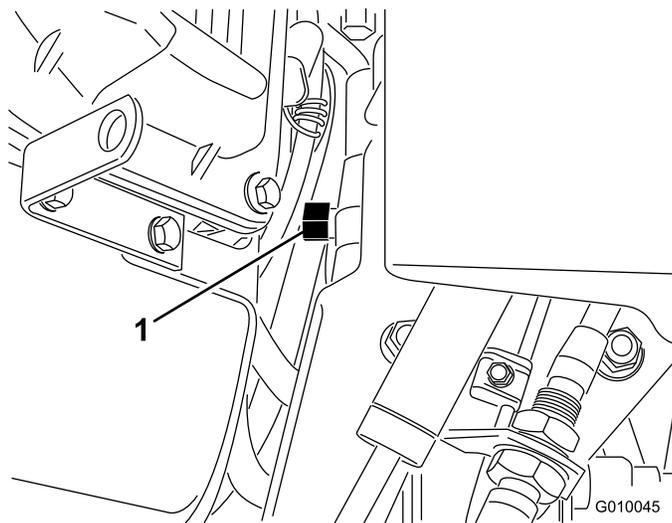

図 31
2. エンジンと油圧ポンプの途中に配置されているバイパス・バルブを探し出す (図 31)。
3. レンチ (5/8") を使ってバイパス・バルブを左回りに1回転させる。これで油圧回路がバイパスされ、車輪が自由に回るようになる (図 31)。
5. エアレータの運転を再開するには、バイパス・バルブを右回りに1回転させる (図 31)。